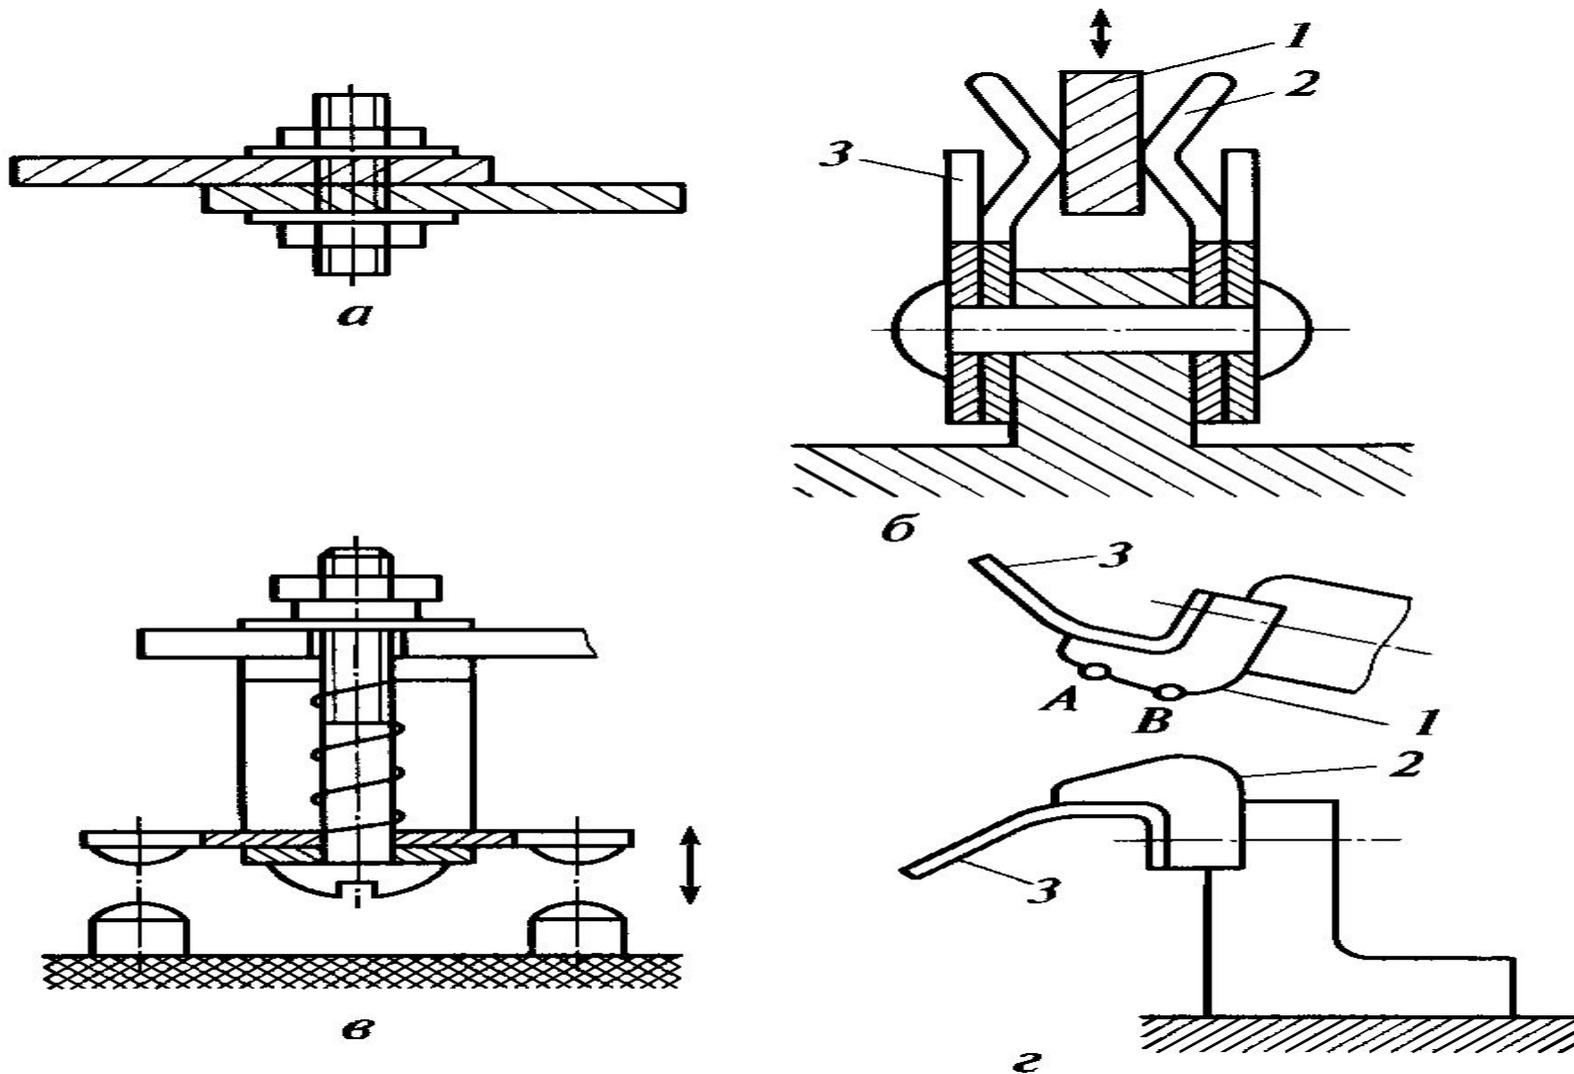

Рис. 10.1
- *Контактом* называется место механического соединения токоведущих элементов электрической цепи, предназначенных для ее замыкания или размыкания. Различают контакты неподвижные (рис. 10.1, а) и подвижные. Последние разделяются на скользящие и стыковые. Типовая конструкция скользящего контакта (рис. 10.1, б) содержит подвижный контакт *1* и вилку *2*. Нажатие контактов обеспечивается упругостью материала вилки и плоских пружин *3*. В качестве стыковых используются мостиковые контакты (рис. 10.1, в) и др.